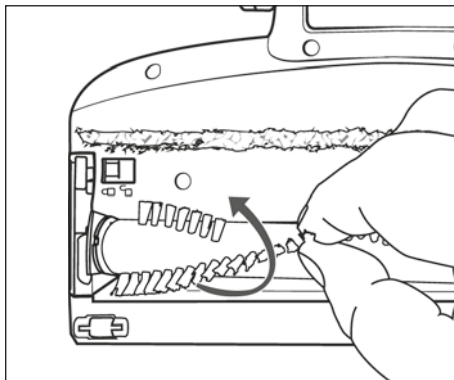

Fig. 25
- 3) Sfilare il rullo a spazzola 21 tirandolo dalle setole fuori dalla spazzola per pavimenti 22. Ruotare leggermente il rullo a spazzola 21 per poterlo togliere più facilmente (vedere fig. 25).